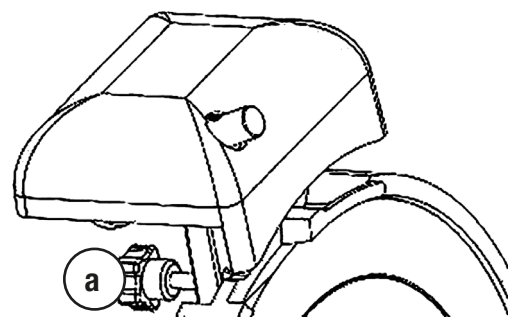

Abb. 6
- Lösen Sie die Befestigungsschraube [a] vom Messerschärfer [13] an der Rückseite des Gerätes (Abb. 6).
- Nehmen Sie den Messeschärfer vom Gerät ab. (Abb. 6).
- Nehmen Sie den Messeschärfer komplett vom Gerät ab (Abb. 6).